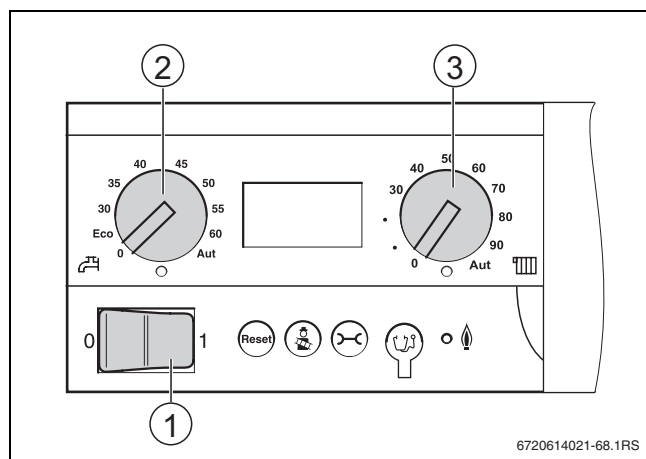

Bild 26 Bedienfeld des BC10
- ▶ Hauptschalter am BC10 auf „0“ (Aus) stellen (→ Bild 26, [1], Seite 34).